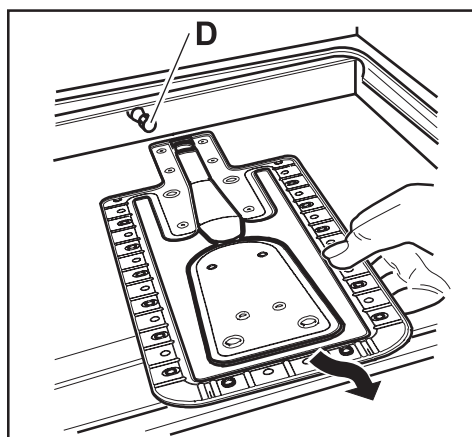

Fig. 30
3. Con una chiave a tubo da 7 svitare e togliete l'ugello situato nel fondo del forno (Fig. 30 - D) e sostituitelo con quello corrispondente al tipo di gas di funzionamento (vedi tabella "Caratteristiche dei bruciatori").